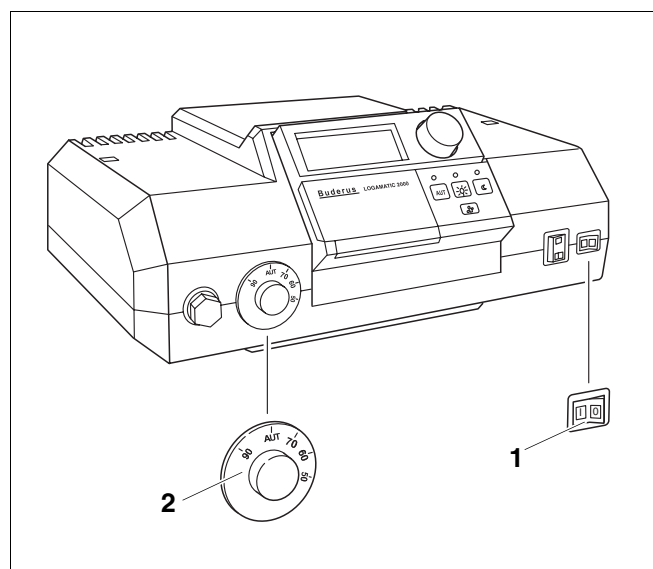

Fig. 3 Aparatul de reglare (de exemplu: Logamatic 2000)
Punerea în funcțiune a cazanului de încălzire prin aparatul de reglare (de exemplu (Fig. 3): aparatul de reglare din seria 2000). Prin punerea în funcțiune a aparatului de reglare, intră automat în funcțiune și arzătorul. Arzătorul poate fi pornit prin intermediul aparatului de reglare. Informații suplimentare se găsesc în instrucțiunile de utilizare ale respectivului aparat de reglare sau ale arzătorului.
- Regulatorul de temperatură al apei din cazan (Fig. 3, **Poz. 2**) se comută în poziția "AUT".
- Întrerupătorul (Fig. 3, **Poz. 1**) se comută în poziția "I" (Pornit).
Se scoate din funcțiune cazanul de încălzire prin aparatul de reglare (de exemplu (Fig. 3): aparatul de reglare din seria 2000). Cu scoaterea din funcțiune a aparatului de reglare, se deconectează automat și arzătorul.
- Întrerupătorul se comută (Fig. 3, **Poz. 1**) în poziția "0" (Oprit).